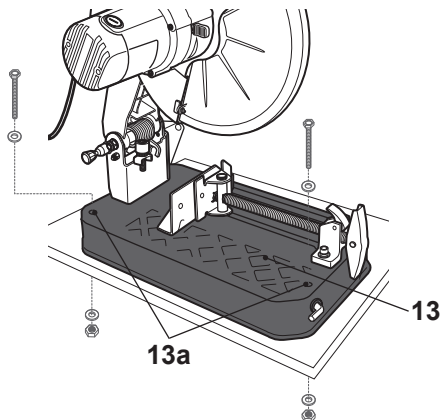

Fig. 3
- > O produto tem dois orifícios de montagem (13a) na mesa de corte (13) para facilitar a montagem numa bancada de trabalho.
- > Coloque o produto numa bancada ou mesa de trabalho plana e horizontal e fixe-o com dois conjuntos de montagem (não fornecidos) (Fig. 3).